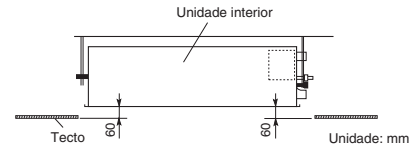

Fig. 7-19
- Ajuste a distância entre a unidade e a superfície do tecto (60 mm) utilizando as 2 porcas hexagonais como mostrado na Fig. 7-19 enquanto segure o calibre de instalação.